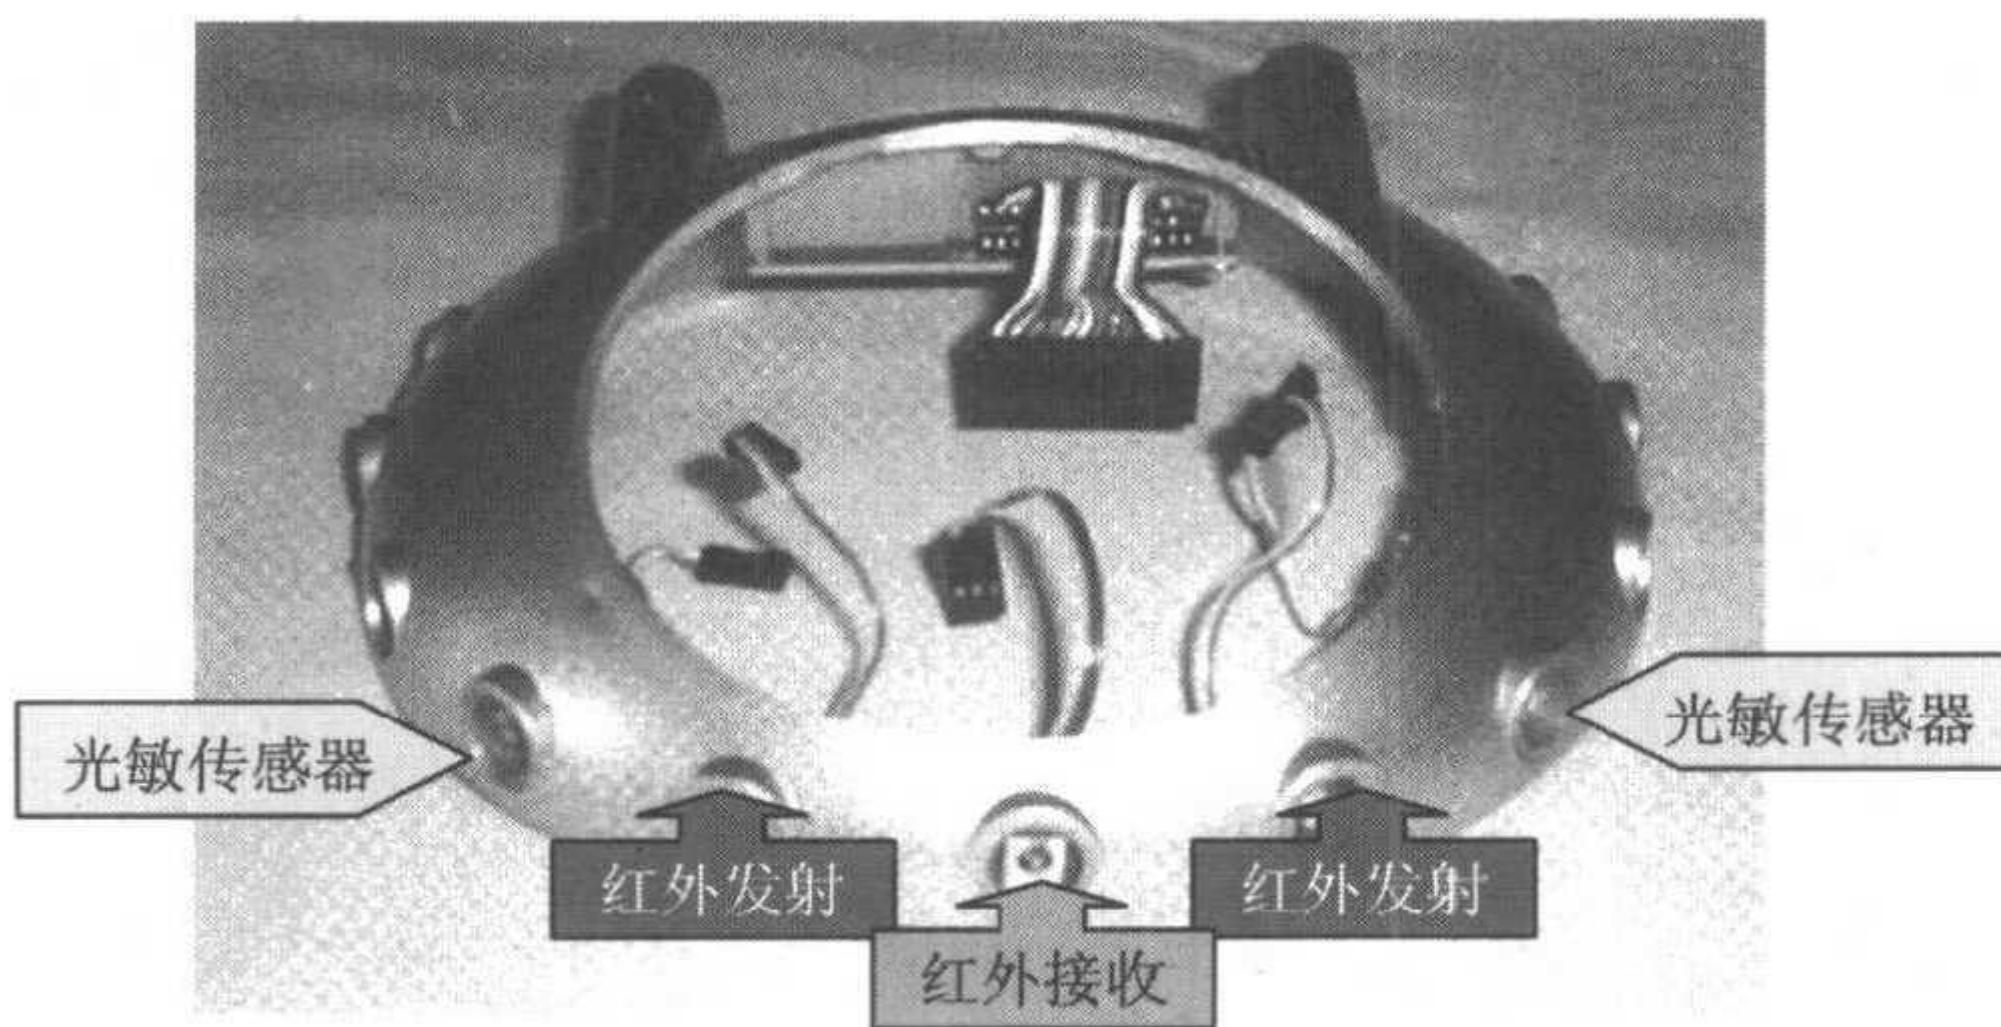
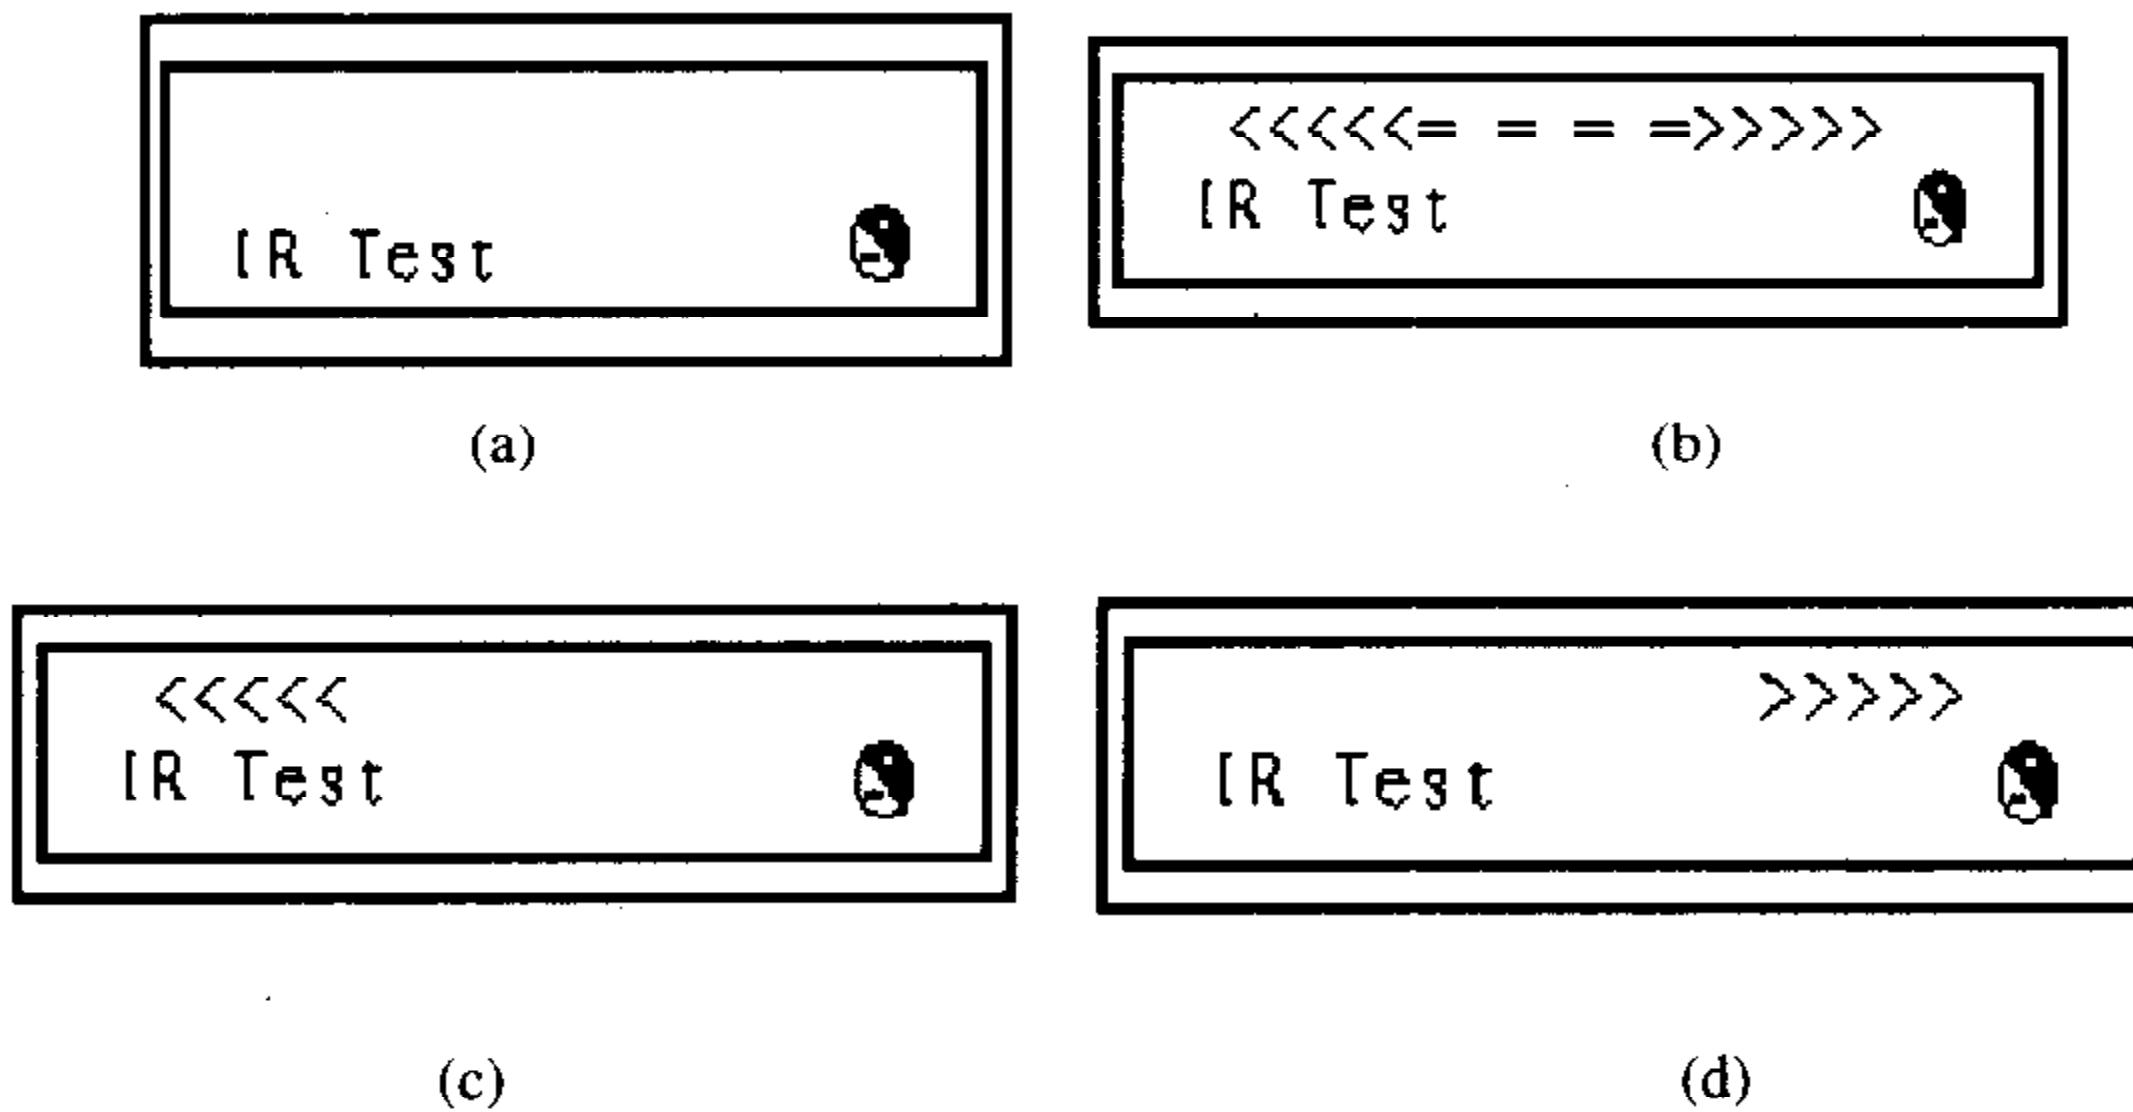

图 1.41 “视觉”传感器
图 1.43 红外检测示意图
机器人的光敏传感器安装在外壳上，如图 1.41 所示。两只光敏传感器一左一右，它的作用是识别来自外界的光线以及光线的强弱。
红外传感系统也安装在机器人的外壳上, 如图 1.41 所示, 左右两侧一边一只红外发射管, 中间一只红外接收模块, 红外传感器的作用是检测机器人前方、左前方、右前方是否有障碍物。好了, 你再按一下“复位”键, 看 LCD 显示屏已经出现了“IR Test”的提示, 如图 1.43(a)所示。
- (1) LCD 显示屏如图 1.43(a) 所示时，表示前方没有障碍物。
- (2) 当物体出现在机器人的正前方时，LCD 显示屏如图 1.43(b) 所示，表示前方有障碍。
- (3) 当你将物体放在机器人的左侧时，LCD 显示屏如图 1.43(c) 所示，表示左侧有障碍。
- (4) 当你将物体放在机器人的右侧时，LCD 显示屏如图 1.43(d) 所示，表示右侧有障碍。